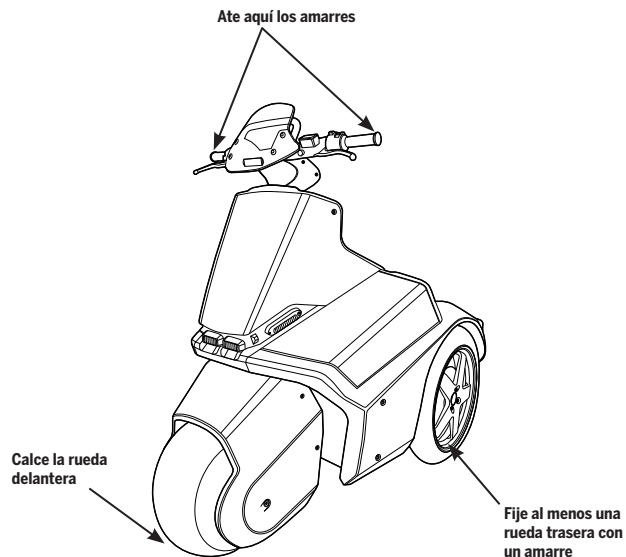

Ilustración 46: asegurar el SE-3 Patroller para su transporte
4. Ate los amarres a ambos extremos del manillar y al menos a una rueda trasera (**ilustración 46**).